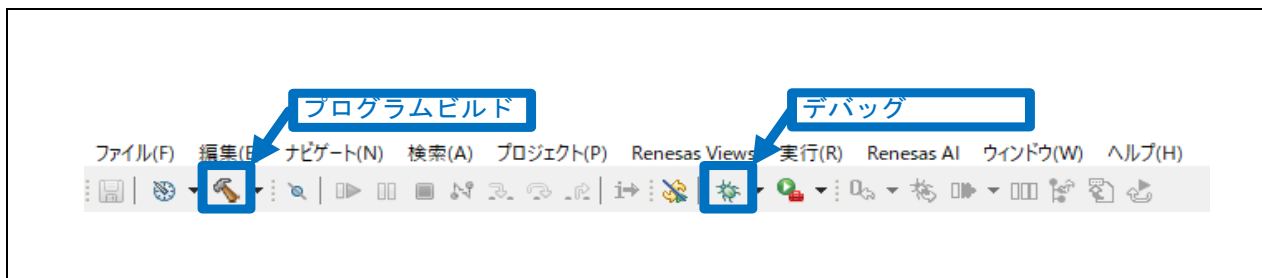
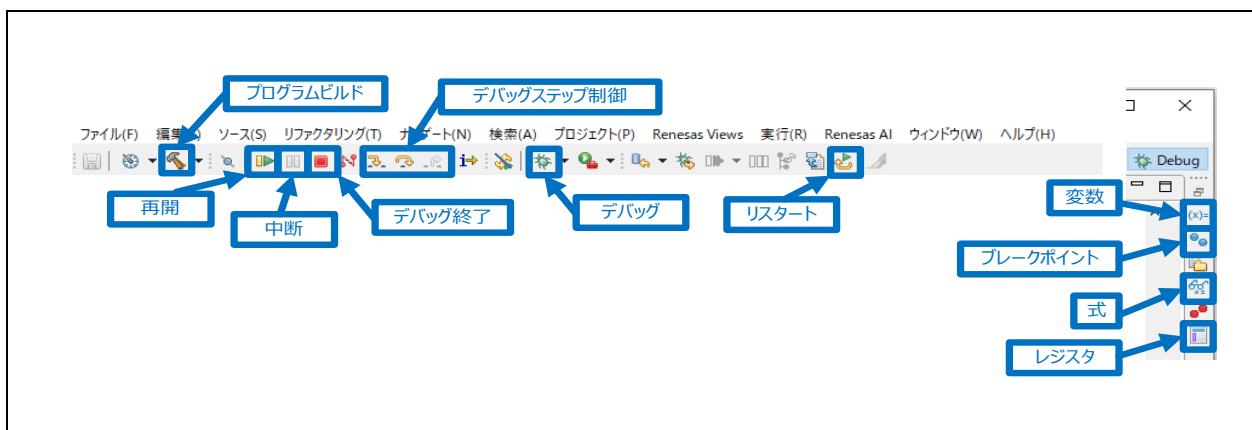
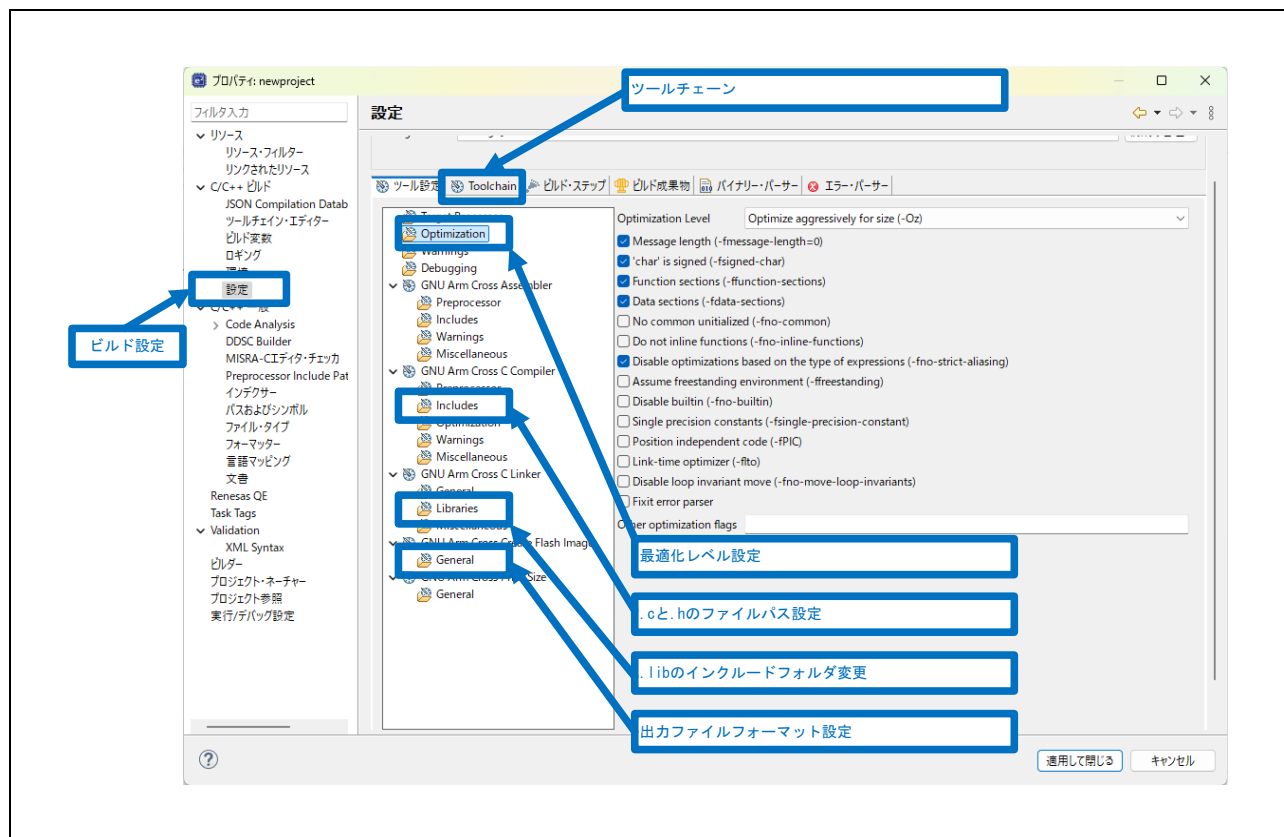
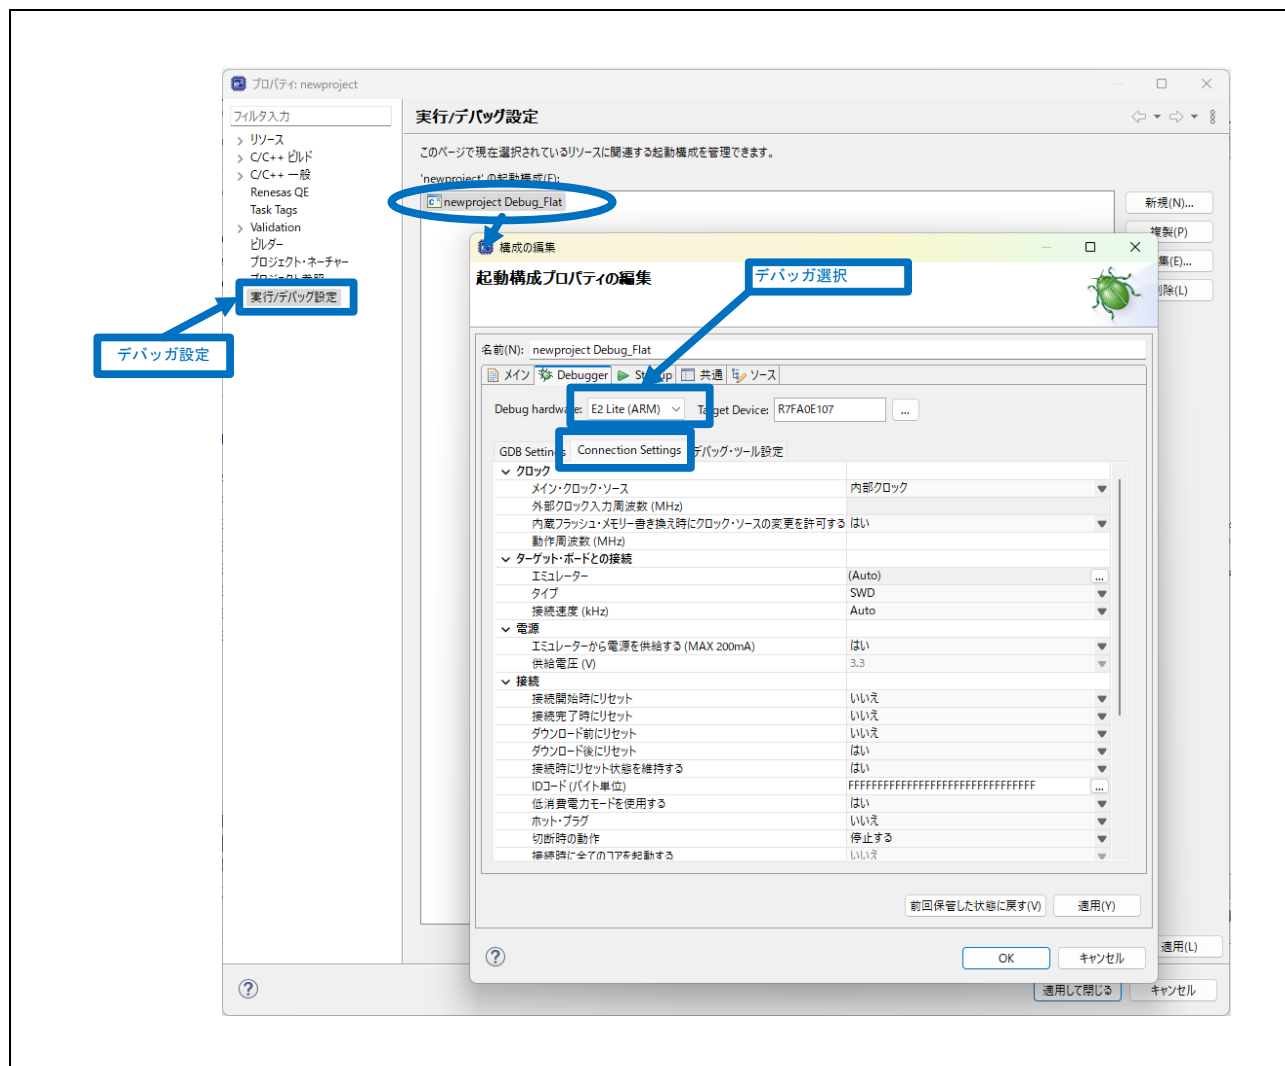

図 2-20 よく使われる機能
図 2-21 よく使われるデバッグ機能
図 2-22 よく使われるプロジェクト設定 (1/2)
図 2-23 よく使われるプロジェクト設定 (2/2)
(5) 図 2-20、図 2-21、図 2-22、図 2-23 は e² studio 機能の簡単な紹介を示しています。
あらかじめ、図 2-23 を参考にデバッグの設定をしておきます。